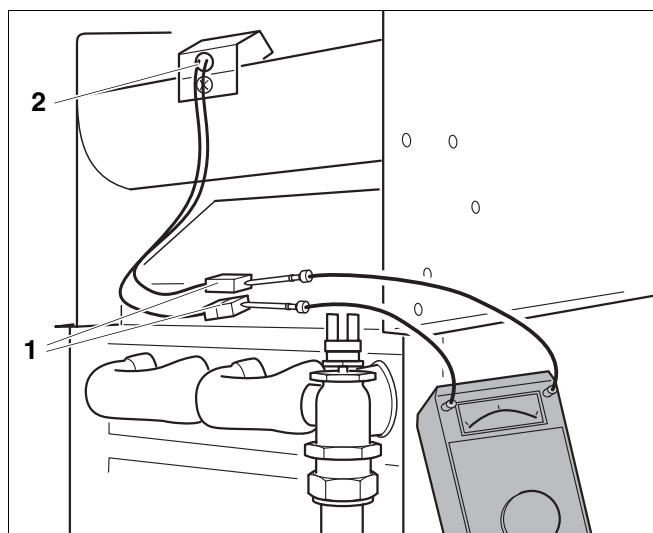

Рис. 6 Проверка датчика уходящих газов
- Разъединить штекерный разъем (рис. 6, поз. 1) кабеля с датчиком уходящих газов. При этом проследить за тем, чтобы кабель не замкнулся на массу.
- Дать датчику уходящих газов (рис. 6, поз. 2) остыть (температура срабатывания 70° С).